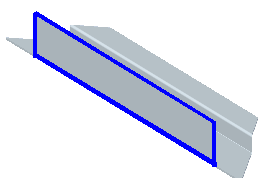
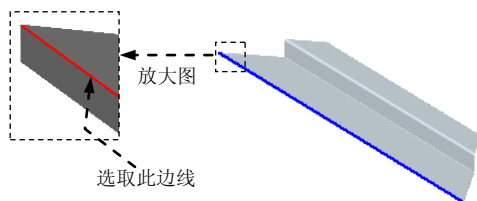

图 8.13.40 弯边特征 1
图 8.13.41 定义附着边
(4) 单击按钮, 完成特征的创建。
Step4. 创建图 8.13.40 所示的弯边特征 1。
(1) 选择命令。单击“主页”功能选项卡“钣金”工具栏中的“弯边”按钮.
(2) 定义附着边。选取图 8.13.41 所示的模型边线为附着边。
(3) 定义弯边类型。在命令条中单击“从两端”按钮, 在“距离”文本框中输入值 45, 在“角度”文本框中输入值 90, 单击“外部尺寸标注”按钮和“材料内侧”按钮; 调整弯边侧方向向上, 如图 8.13.40 所示。